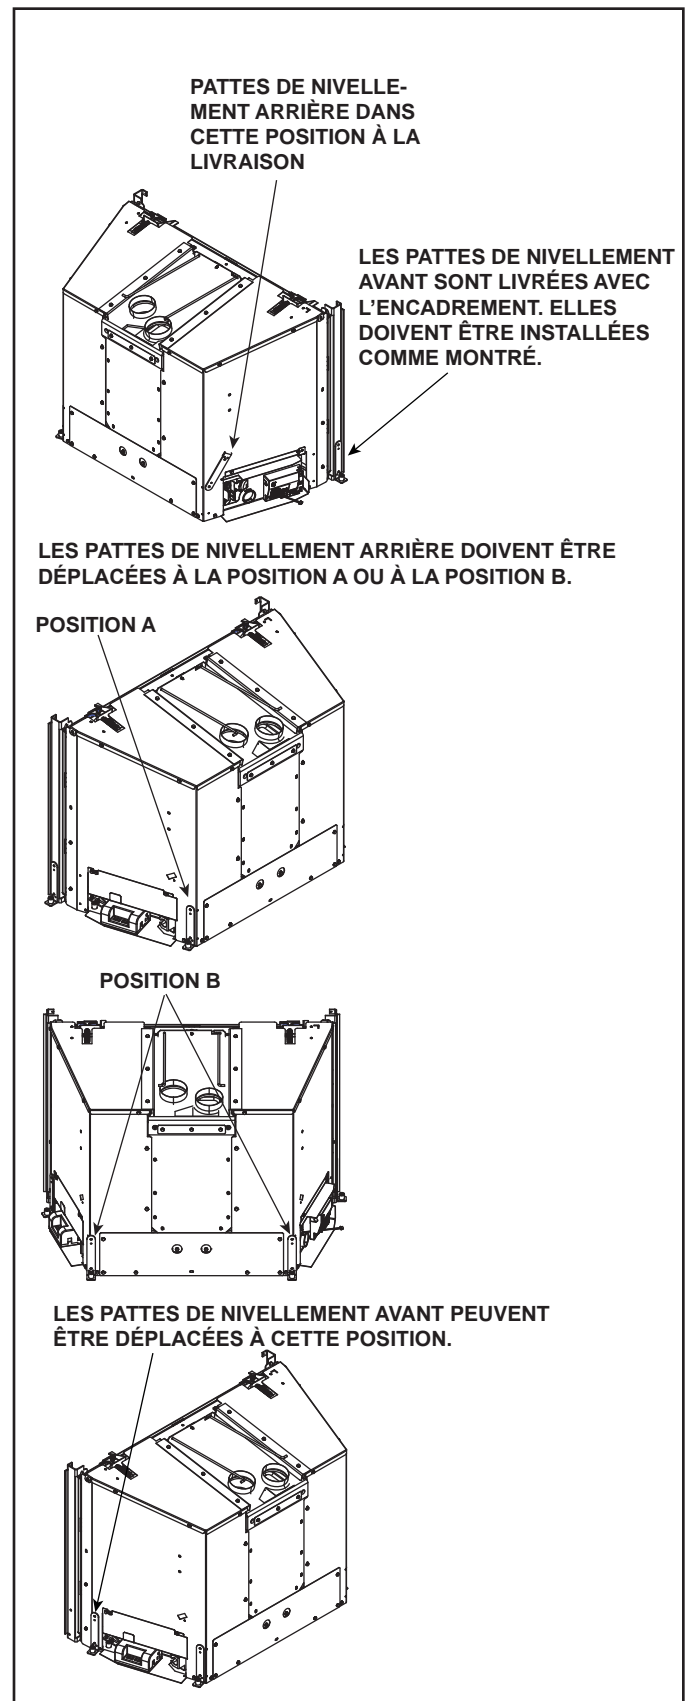

Figure 8.3
- • Enlever les pattes de nivellement arrière de la position de transport et les déplacer à une des positions montrées à la Figure 8.3. Déposez les deux vis fixant la patte de nivellement sur le côté du poêle. Retourner la patte de nivellement afin que le pied soit orienté vers l'extérieur et le bas. Aligner les deux trous de la patte avec les trous dans le poêle et la fixer avec les vis. Voir figure 8.3.
- • Les pattes de nivellement avant sont livrées avec l'encadrement et peuvent être installées à deux endroits. Voir figure 8.3.